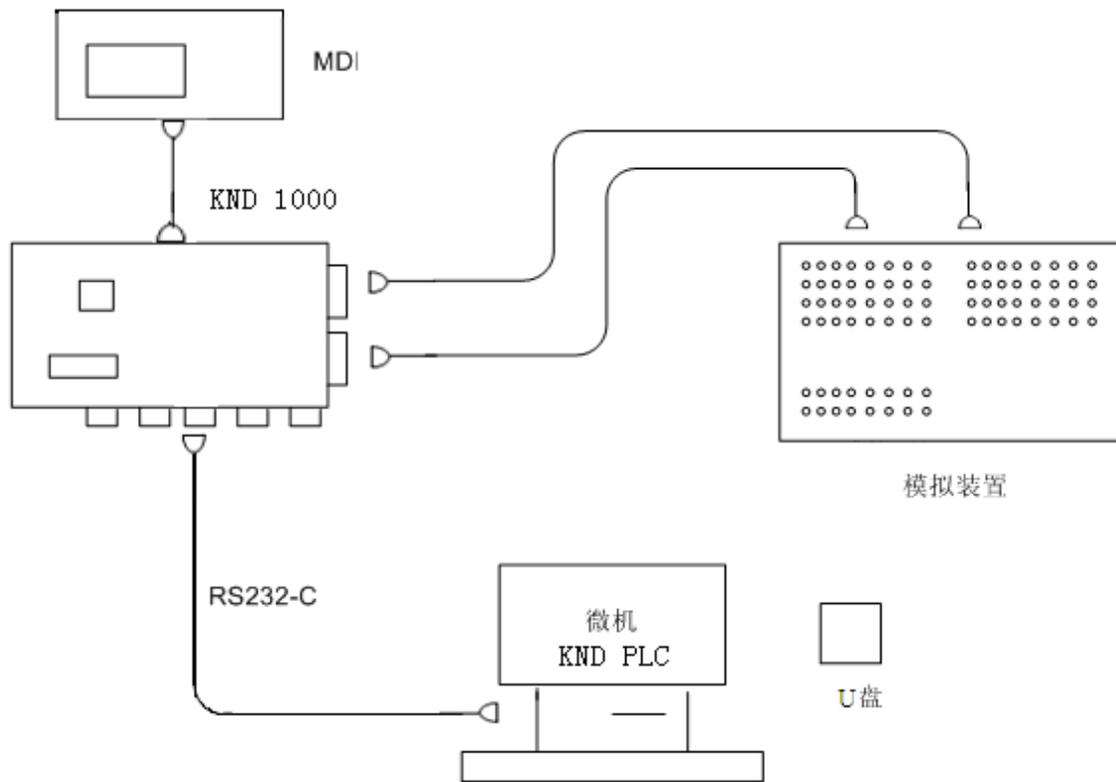

图 4-3 模拟调试法连接图
1. 模拟：如图 4-3 所示，用模拟构架装置代替机床。根据机床状态，把开关状态置成开或断状态模拟机床输入输出信号，用灯的亮或灭来检查信号是否有效。